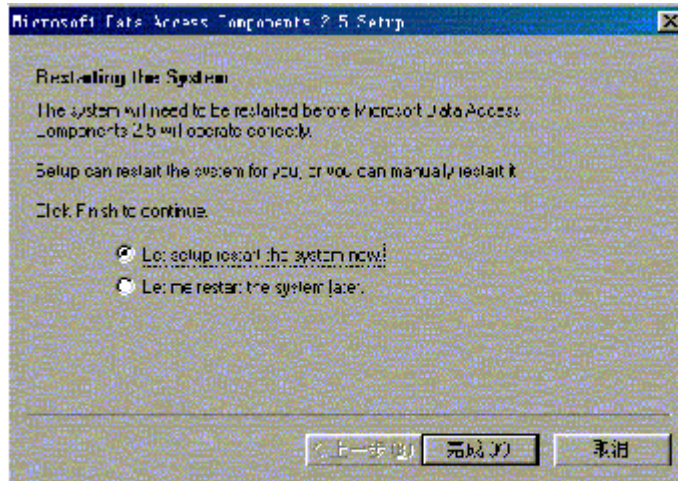

图 9.8 完成安装信息框
(9) 最后所有程序块安装完毕后, 出现如图9-8所示的信息框。若要浏览Release Notes请选定“Launch the internet browser to view the Release Notes”, 单击【Finish】完成全部安装工作, 且退出安装。